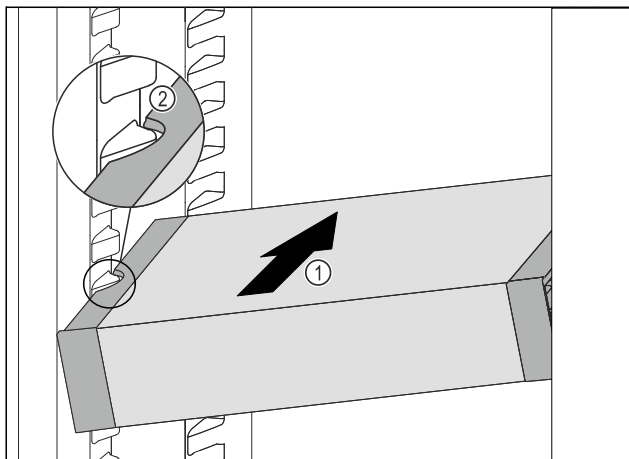

Fig. 69
- Împingeți VarioSafe oblic în frigider Fig. 69 (1), până când degajările laterale Fig. 69 (2) ale VarioSafese află la înălțimea nervurii recipientului din frigider.